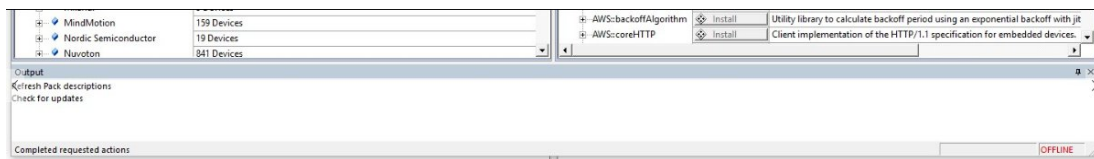

Рисунок 11
5.6.5 Дождаться окончания процесса обновления (см. рисунок 11).